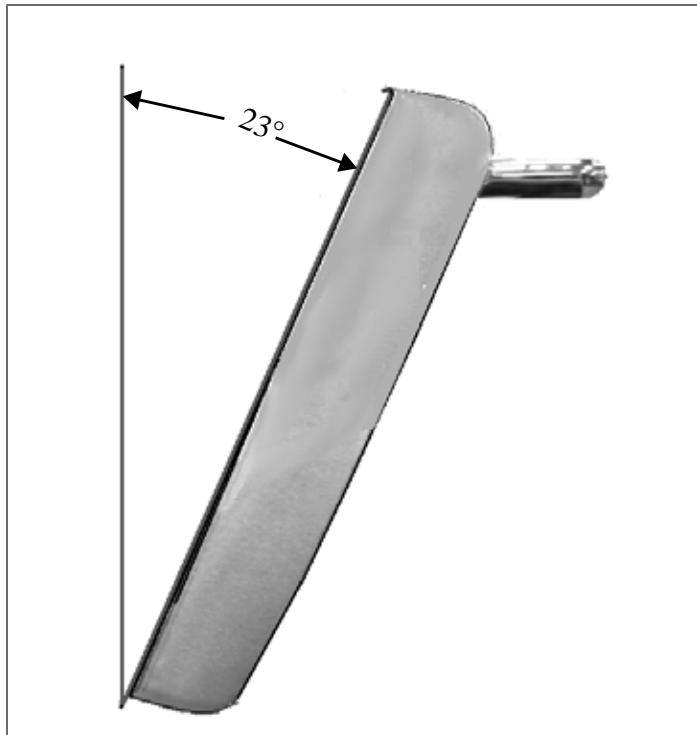

Figure 7: Angle Approximatif Nécessaire
1. Inclinez légèrement la porte (Figure 7) et insérez les charnières dans les fentes. Les charnières s'amarrent solidement dans les fentes si la porte est placée correctement. Ne forcez pas la porte et ne l'inclinez pas sur les côtés.